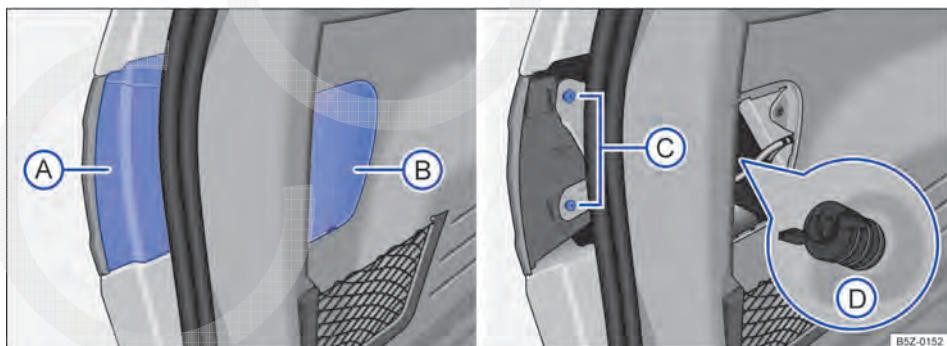
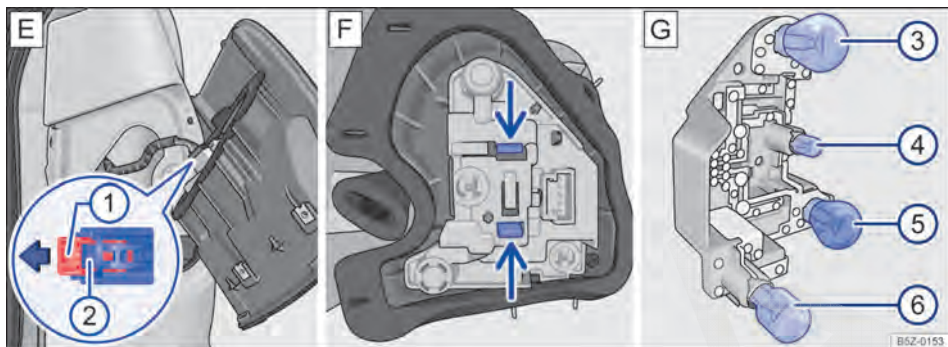

Fig. 176 Na carroceria: A e B coberturas para remover a lanterna, C parafusos de fixação na carroceria, D parafuso borboleta (lupa).
Fig. 177 Lanterna traseira: E: remover a lanterna da carroceria; F: suporte das lâmpadas; G: no suporte das lâmpadas.
3. Remover com cuidado a cobertura (A) → Fig. 176 pela parte superior.
4. Remover com cuidado a cobertura (B) pela parte inferior.
5. Remover os parafusos de fixação → Fig. 176 (C).
6. Soltar o parafuso borboleta (D), segurando, ao mesmo tempo, a lanterna traseira.
7. Puxar cuidadosamente a lanterna para fora, para desencaixá-la da carroceria → ①.
8. Retirar o conector de alimentação, primeiramente puxar a trava vermelha ① no sentido da seta → Fig. 177 E e remover o conector ② da lanterna.
10. Para destravar o suporte das lâmpadas, pressionar cada lingueta de travamento → Fig. 177 F no sentido das setas.
12. Para remover as lâmpadas incandescentes queimadas → Fig. 177 G ③ e ⑤, pressionar a lâmpada contra o suporte e girar no **sentido anti-horário** para removê-la.
13. Para remover as lâmpadas incandescentes queimadas → Fig. 177 G ④ e ⑥, puxar a lâmpada do suporte para removê-la.
15. Para inserir as lâmpadas novas ③ e ⑤ no suporte, colocar a nova lâmpada no respectivo alojamento, pressionar a lâmpada e girar no **sentido horário** até o batente.
16. Para inserir as lâmpadas novas ④ e ⑥ no suporte, encaixar a nova lâmpada no respectivo alojamento e empurrar a lâmpada no suporte.
18. Instalar o suporte das lâmpadas na lanterna traseira. As linguetas de travamento → Fig. 177 F devem encaixar de forma audível. ▶
A localização e a identificação das lâmpadas incandescentes → Fig. 177 G estão relacionadas a seguir: